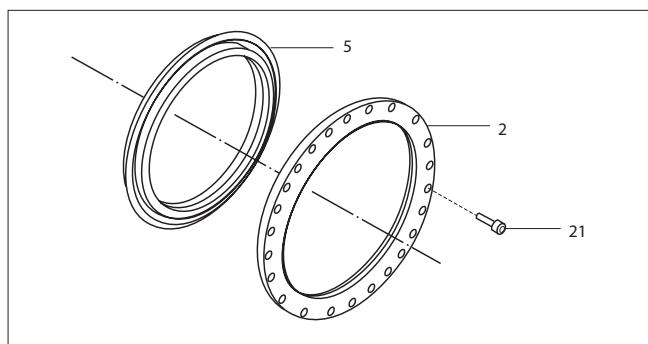

Figura 8.
8. Verifique que el disco esté en la posición nivelada e instale el nuevo asiento (5) y el inserto (2) (**vea la figura 8**).
9. Instale los tornillos del inserto (21). Apriete los tornillos de manera uniforme siguiendo un patrón alterno. Los valores de par de apriete se indican en la **tabla 2**. Abra la válvula y vuelva a apretar los tornillos del inserto (**tabla 2**). Tenga cuidado de no dañar el borde de sellado del disco. Cierre la válvula.